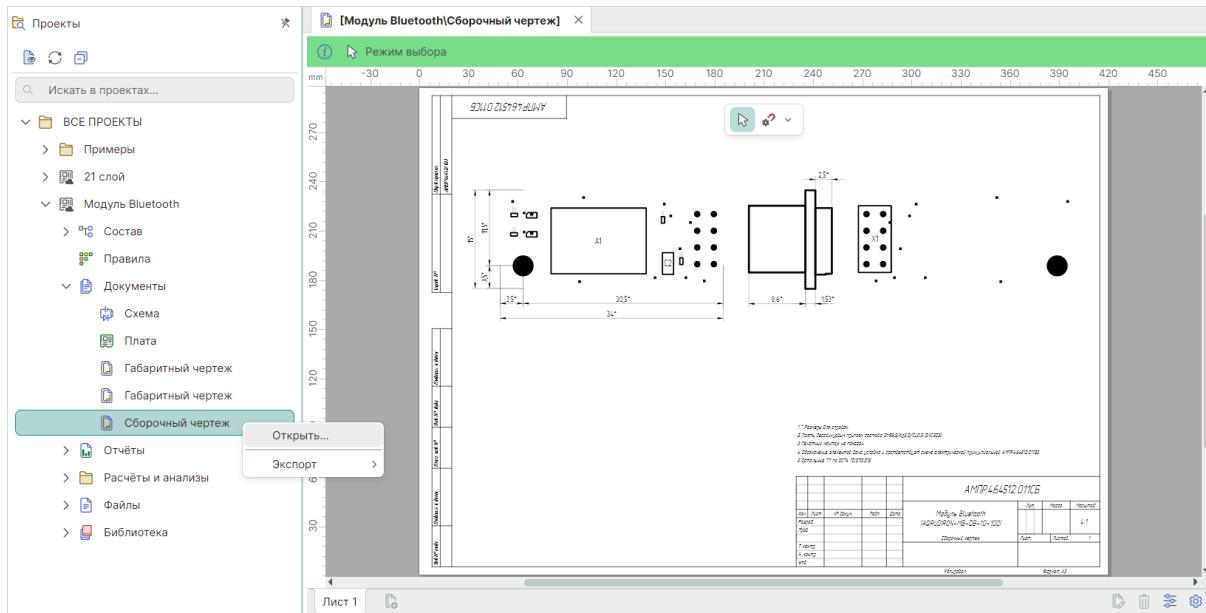

Рис. 77 Открытие документа проекта, полученного из Enterprise Server
4. При открытии документа проекта, полученного из единого информационного пространства Delta Design Enterprise Server, см. Рис. 77.